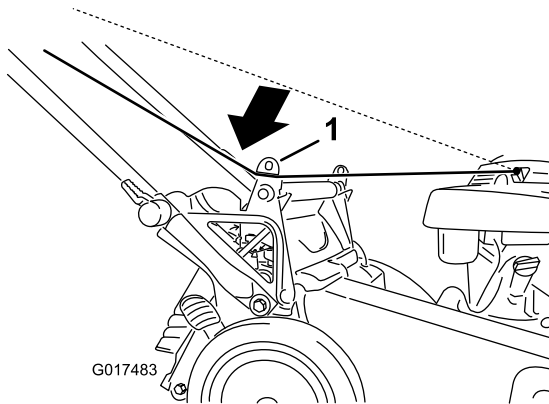

Figura 22
1. Pase la cuerda del arrancador alrededor de la guía de cuerda inferior (Figura 22).